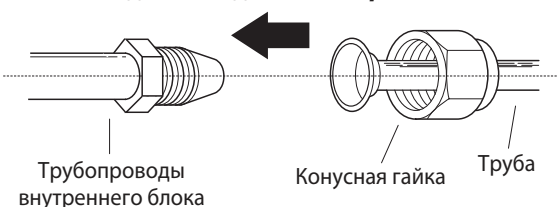

Рис. 5.7
1. Совместите центры двух труб, которые необходимо соединить. См. **рис. 5.7**.